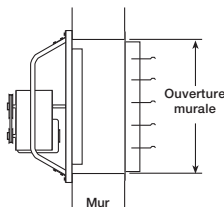
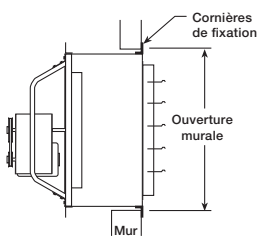
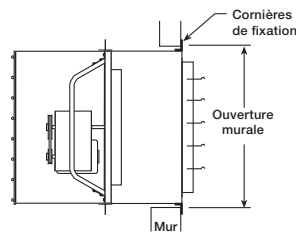
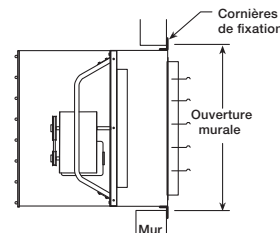

Figure 2 — Pose murale directe
Figure 3 — Pose avec manchon mural
Figure 4 — Pose avec manchon mural et grille
Figure 5 — Pose avec caisson mural
- Amener le ventilateur à l'emplacement souhaité et déterminer par quelle méthode il doit être posé comme indiqué sur les Figures 2, 3, 4 et 5. Le manchon mural en option (Figure 3), le manchon mural et la grille (Figure 4) ou le caisson mural (Figure 5) constituent des moyens pratiques de pose murale des ventilateurs.